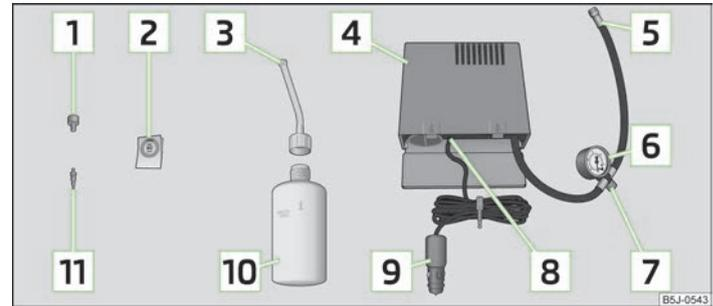

Fig. 134 Componentes del kit de averías
- Pegar la etiqueta adhesiva **[2]** » **fig. 134** de la página 166 sobre el cuadro de mandos en el campo visual del conductor.
- Agitar la botella de inflado de neumáticos **[10]** » **fig. 134** de la página 166 fuertemente varias veces.
- Enroscar el tubo flexible **[5]** » **fig. 134** de la página 166 del compresor de aire fijamente en la válvula del neumático.